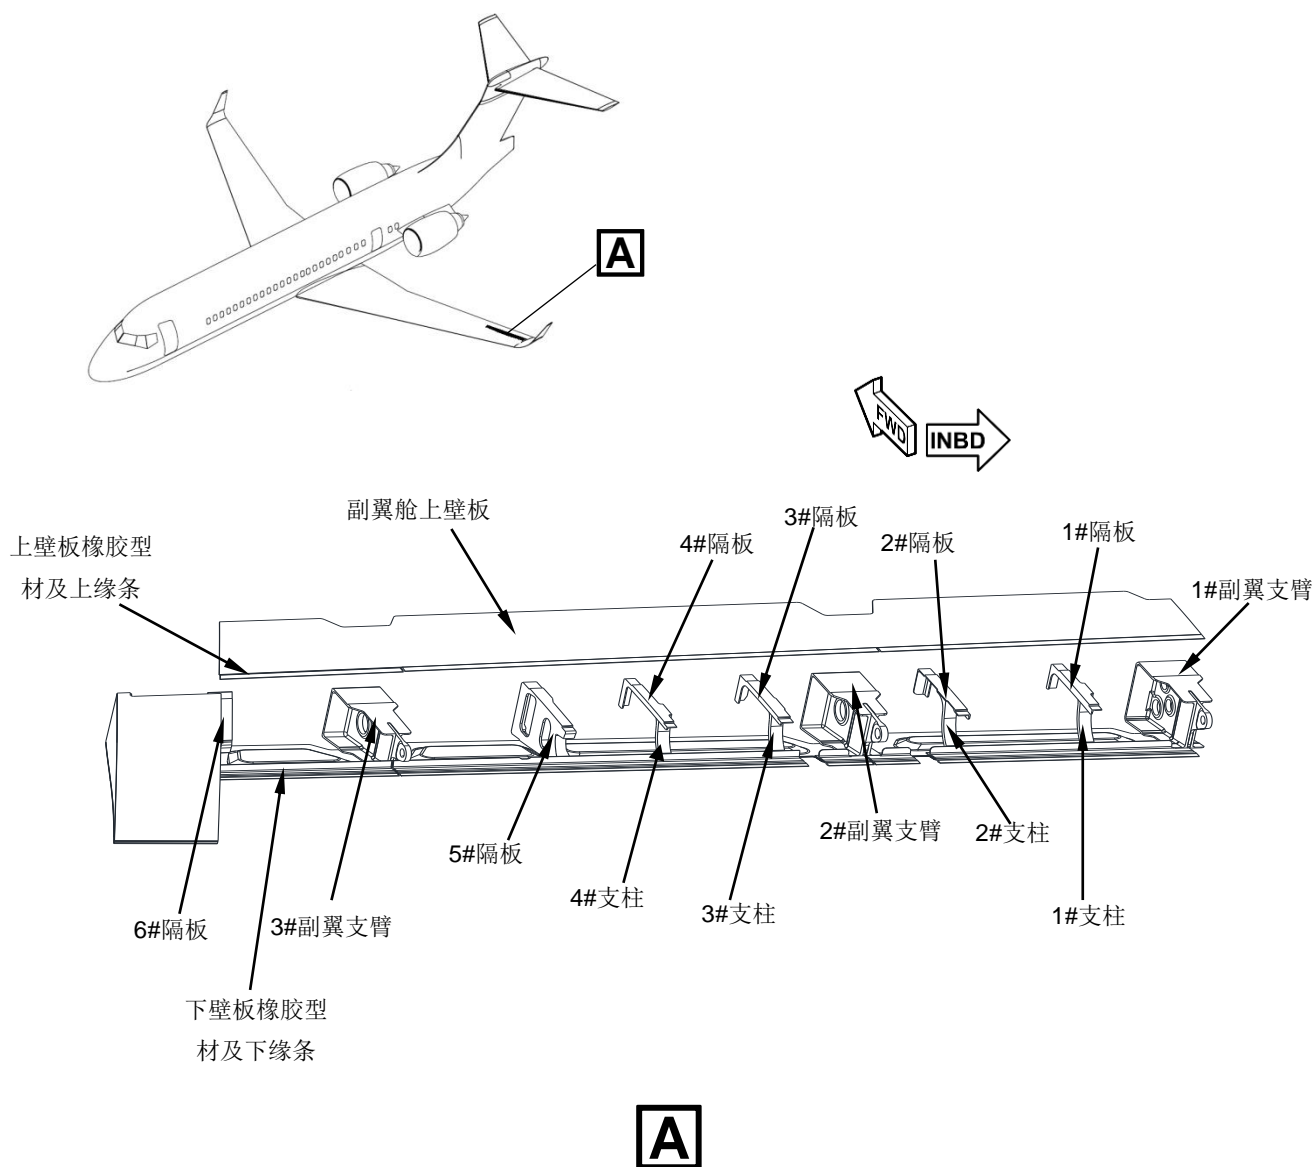

图 1 副翼舱部件图示（图示为左侧，右侧对称）
1. 在接收到本服务通告的 10FC 内，对左、右外翼后缘副翼舱相关结构进行检查（见图 1）。检查如发现任何损伤，在下一个飞行前将检查结果提交中国商飞。检查要求如下：
2. 在执行 3.B.1 的检查后每隔 20FC，需对飞机该区域进行重复检查（见图 1），直到执行最终解决方案。检查如发现任何损伤，在下一个飞行前将检查结果提交中国商飞。检查要求如下：